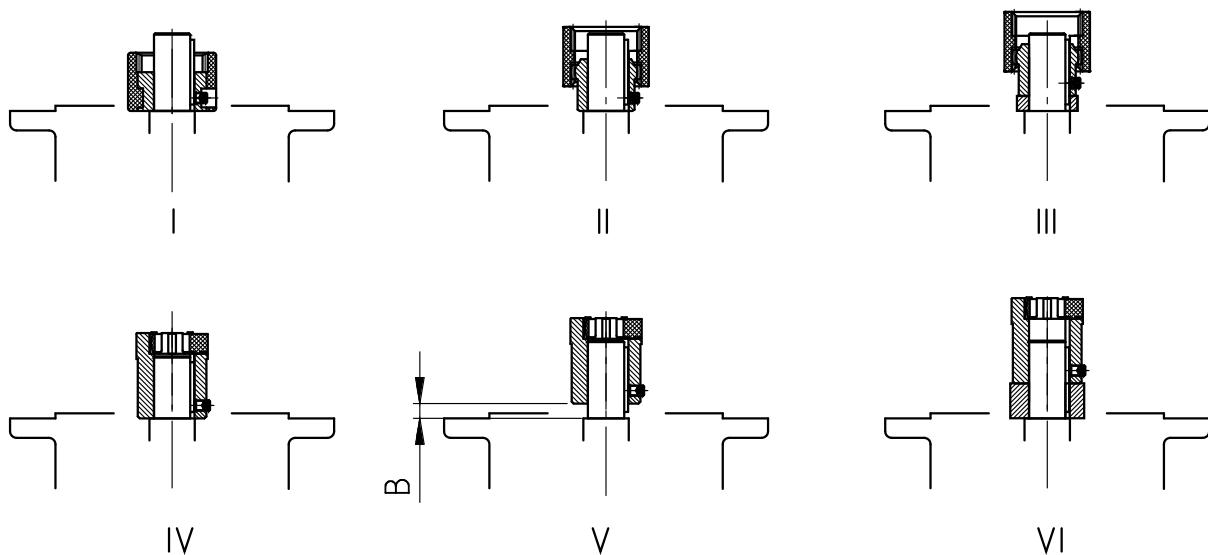

Fig. 15:Montering av koblingen på motorakselen ved forskjellige koblingskonstruksjoner
3. Plasser koblingshalvdelen på motorakselen slik at motorpassfjæren griper inn i sporet på koblingshalvdelen. Trekk i koblingshalvdelen i henhold til instruksjonene fra motorprodusenten. For standard tannhjulsgir må du være oppmerksom på målet B mellom koblingshalvdelen og kragen (se "Fig. 15"). Med enkelte**NEMA adaptere** stiller du inn posisjonen til koblingen i henhold til informasjonen på det vedlagte klistermerket.
4. Monter den medfølgende passfjæren (se "Fig. 15:Montering av koblingen på motorakselen ved forskjellige koblingskonstruksjoner").
8. Monter motoren på adapteren. Monter samtidig den medfølgende tannkransen eller tannhylsen (se N360TC Fig. 15:Montering av koblingen på motorakselen ved forskjellige koblingskonstruksjoner). For adapteren AN360TC og AN400TC festes først adapterflensen til motoren og deretter skrus motoren på adapteren.